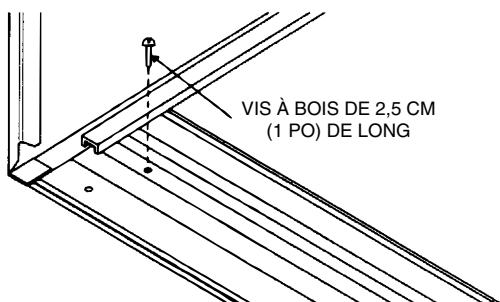

FIGURE 24 — FIXATION DU GUIDE INFÉRIEUR DU CAISSON
14. Fixez le guide inférieur au cadre de bois à l'aide de deux grandes vis à bois (2,5 cm [1 po] de long) par l'entremise des deux trous situés au fond du guide. Consultez la Figure 24.